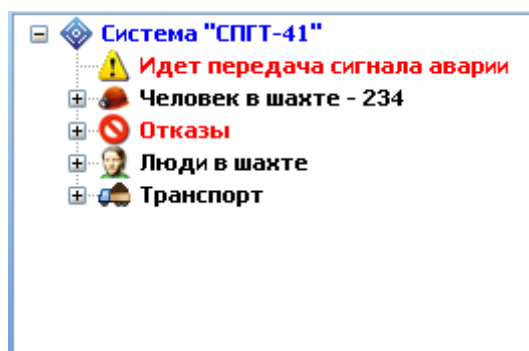

Рисунок 2 – Панель текущей информации
3.2.1 В процессе работы ДИСПЕТЧЕРА на панели текущей информации (рисунок 2) отображаются данные о состоянии СИСТЕМЫ и произошедших отказах.